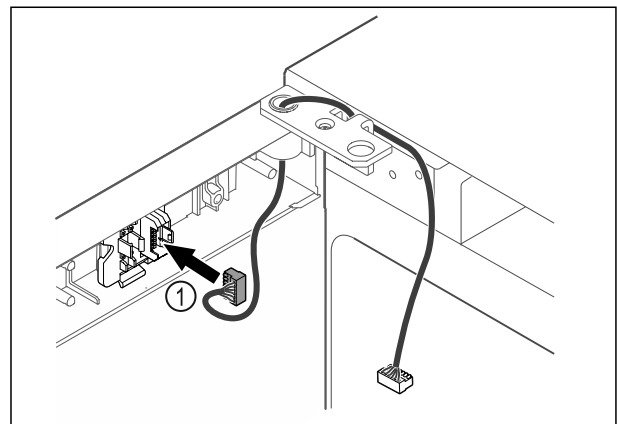

Fig. 42
- Insérer le connecteur Fig. 42 (1) dans le support.